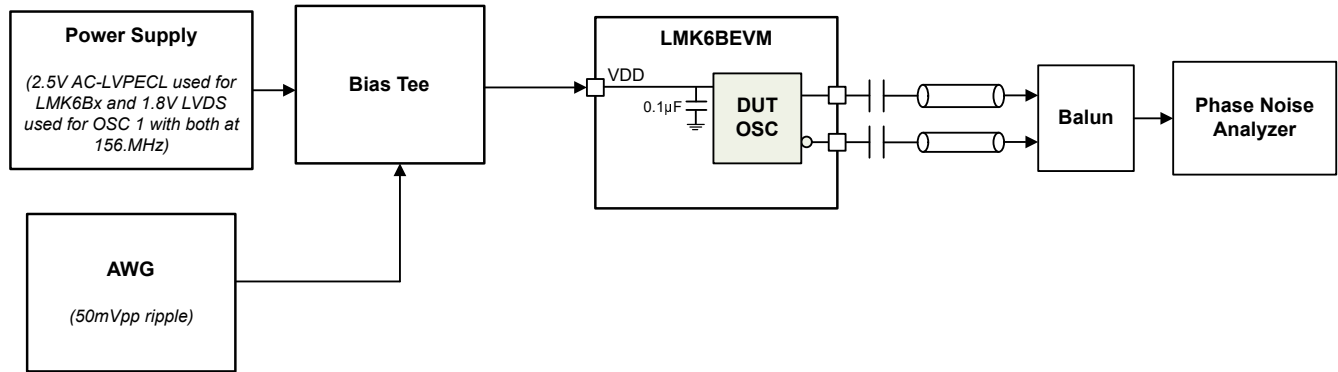

図 4-4. 0.1µF のデカップリング コンデンサを使用した PSRR テスト構成
0.1µF のデカップリング コンデンサでは、LMK6Bx はすべてのリップル周波数にわたり発振器 1 より 3dBc ~ 6dBc 性能が優れています。LMK6Bx は 50kHz を上回るリップル周波数で -71dBc/スプリアス未満の性能を実現します。図 4-4 は両方の発振器の PSRR をテストするために使用する構成を示し、表 4-6 は得られたデータの概要を示します。